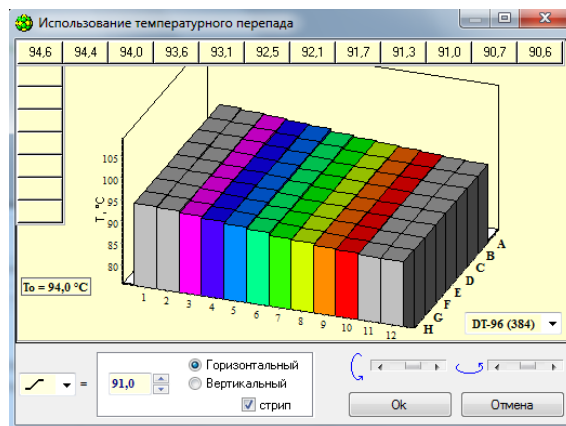

Рис.39 Горизонтальный градиент с опцией «стрип»
4. Для ввода градиента в окошках  = выбрать символ градиента  и ввести температуру переднего края матрицы при выборе вертикального градиента, или правого края матрицы при выборе горизонтального градиента (Рис.39, 40).
При выборе горизонтального градиента можно выставить опцию стрип, получив при этом поле матрицы 8x8 с улучшенной линейностью градиента (цветная область на Рис.39).